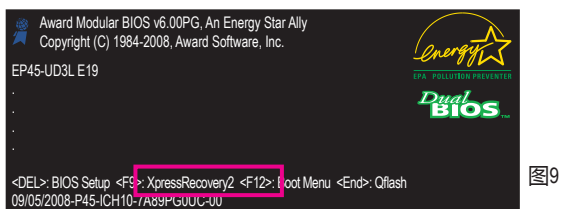

图9
2. 当您使用过一键还原 (Xpress Recovery2) 备份功能后, 一键还原 (Xpress Recovery2) 会常驻于硬盘中, 之后可以在BIOS 进行 POST 时按 <F9> 键来执行此功能。(图9)